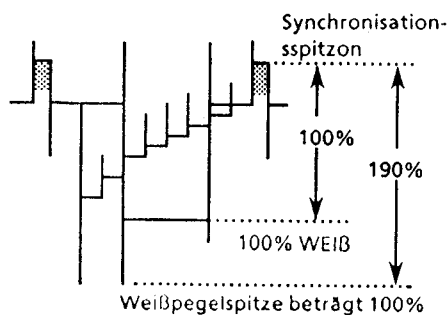

Abbildung 2-4.
3. R203 so einstellen, daß die Überschwungung des Videosignals bei 190% verstümmelt wird siehe hierfür Abbildung 2-4.